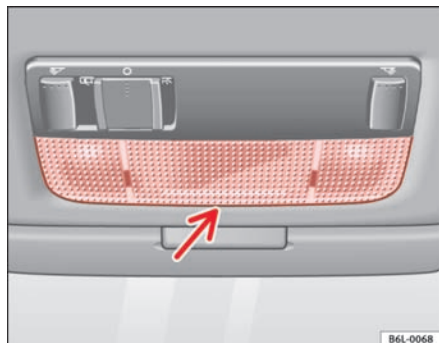

Fig. 156 Læselamper foran
- Placer en lille skruetrækker mellem huset og glasset ⇒ fig. 156.